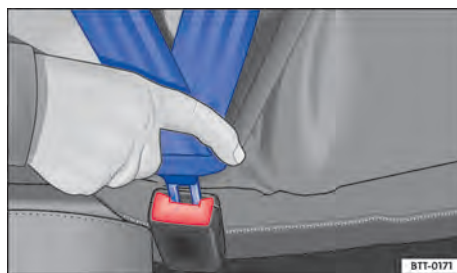

Abb. 23 Schlosszunge des Sicherheitsgurts in das Gurtschloss einstecken.
3. Schlosszunge fest in das zum Sitzplatz gehörende Gurtschloss stecken → **Abb. 23**.